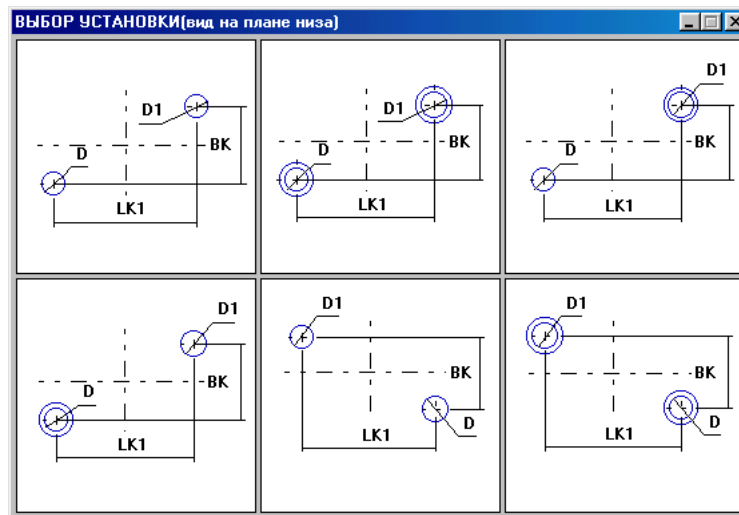

Рисунок 1.57 – Слайдове меню вибору установки колонок
– зі слайдового меню “Вибір установки (вид на плані низу)” (рис. 1.57), вибирається схема установки систем на плані низу складального креслення;